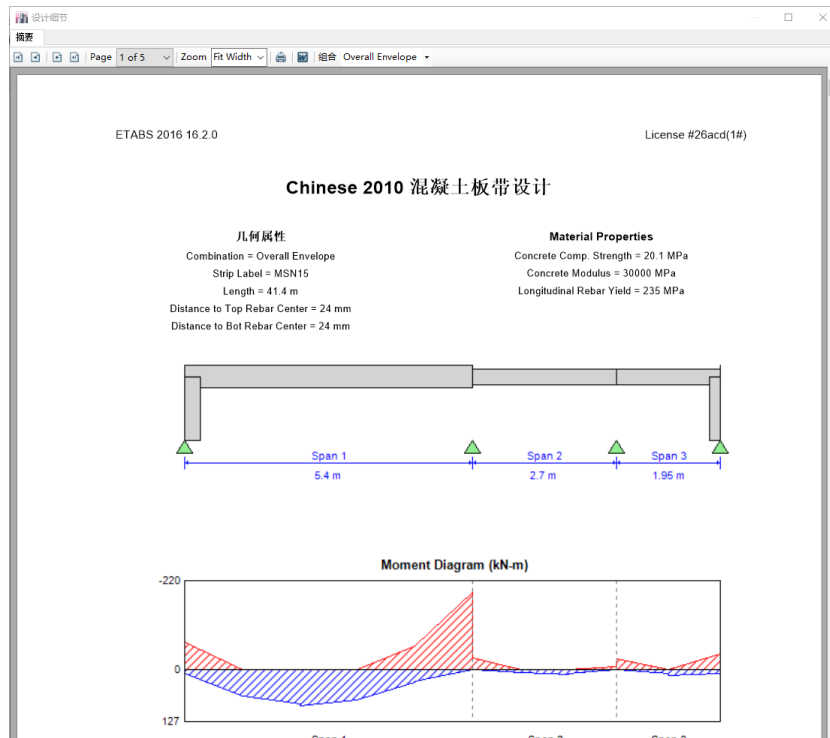

图 10-11 楼板设计细节
5. 在配筋结果视图中右击任一板带，弹出设计细节，如图 10-11 所示：